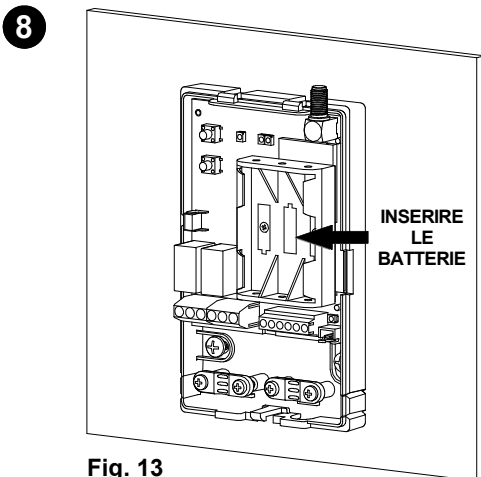

Fig. 13
- 8 Inserire le batterie fornite rispettando la polarità (Fig. 13).